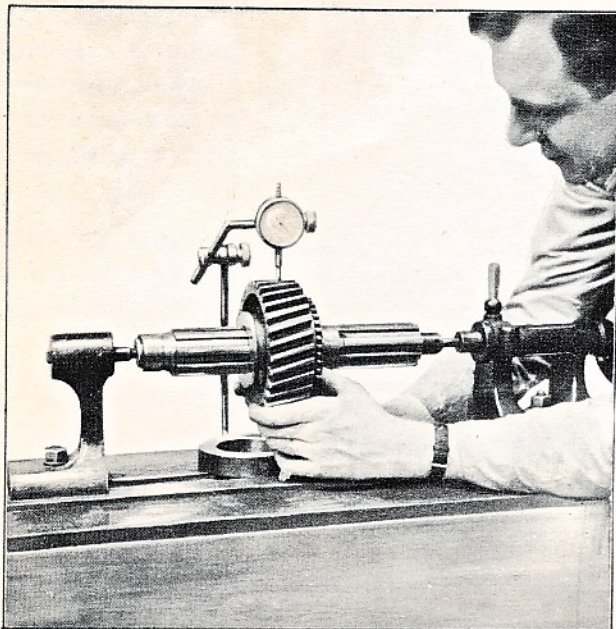

Fig.13 - Vérification du jeu diamétral pignon AR.AR.
- Procéder à la vérification du jeu diamétral du pignon AR.AR. qui doit être compris entre 0,08 et 0,12 mm. (Fig.13)